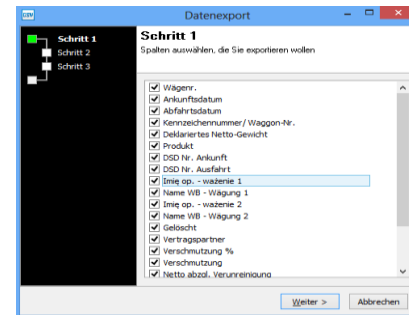

Abb. 20 Datenexport
2. Im Fenster der Tabelle der Vertragspartner wählen Sie den Befehl Export, dann öffnet sich der Exportassistent wie auf der Abb. 20